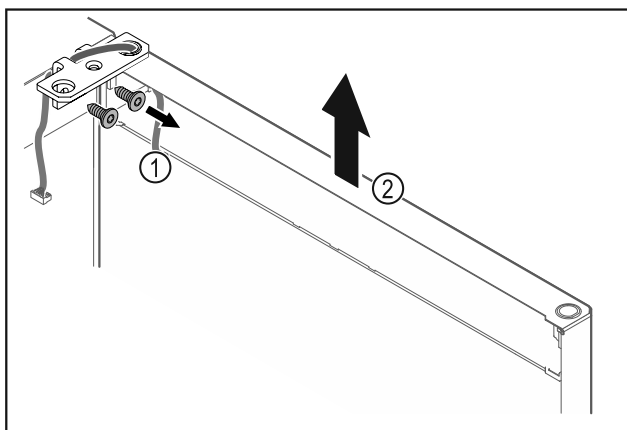

Fig. 22
- ▶ Csavarozza le a csuklópántot Fig. 22 (1).
- ▶ Az ajtót a csuklópánttal Fig. 22 (2) együtt emelje meg felfelé kb. 200 mm-rel, majd vegye le.